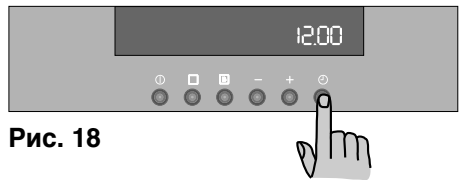

Рис. 18
1. Нажмите кнопку  в течение около 2 секунд (Рис.18). При этом будет подан кратковременный звуковой сигнал.